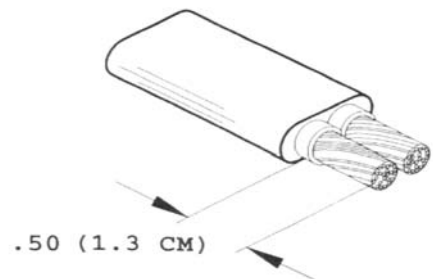

Figura 5
e) Quite la cinta, corte y pele los cables como se indica en la figura 5; deje 1,3 cm (1/2 pulgada) de cable pelado.